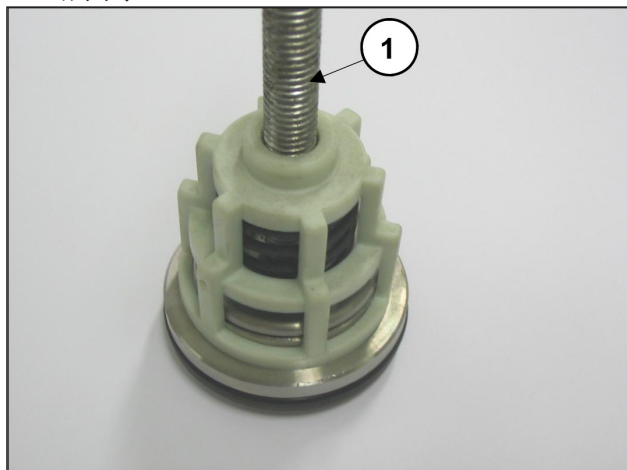

图 17
- 拧入足够长的M10螺栓，以拆卸吸油阀和输油阀总成，以便作用在阀板上，并从阀座（部件号④，图 17）上抽出阀导承。